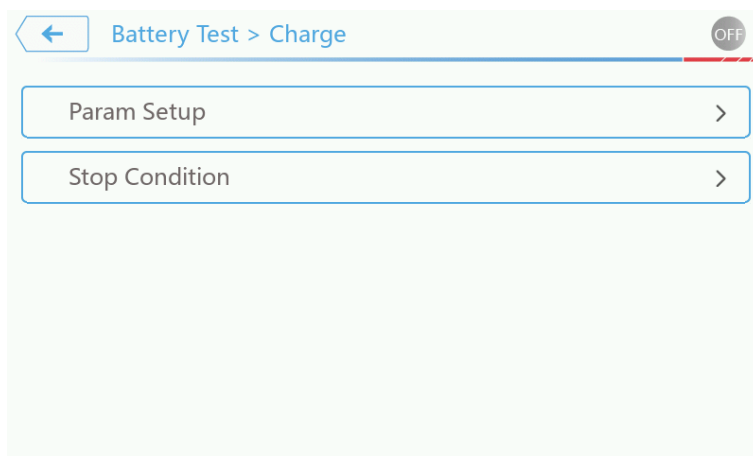

图 3-58 BT Mode Set Up 主界面示意图
该直流源载系统在 Battery Test 模式下运行时，输出端必须要连接电池设备，以保证能够进行正常的充放电测试，如图 3-58 主界面上也有提示框标识。
(1) 在充电模式下，利用 Set Up 菜单可以对相关参数进行设置，触摸 Set Up 菜单，进入参数设置界面如图 3-58 所示，此功能菜单下设 3 组用户需要设置的参数项，分别为 Parameter Setup、Stop Condition、Data Record。